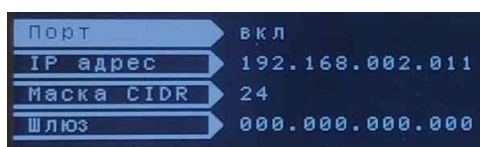

Рисунок 10 – IP параметри
2.1.3. «Конфігурація локальних мереж» - підрозділ призначений для конфігурування параметрів локальних мереж Ethernet, Modbus, «Цифрового стику» (див. рисунок 10).
«Ethernet 1»/«Ethernet 2» - задаються IP параметри зв'язку (див. рисунок 10).